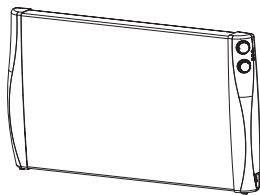

Figura 1
1. Fixați roțile în deschiderea de montare a roților (Figura 1).